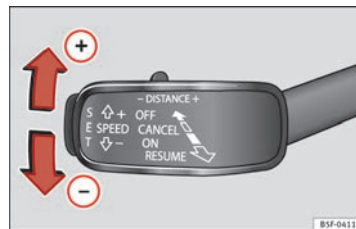

Fig. 136 A la izquierda de la columna de la dirección: tercera palanca para manejar el control adaptativo de velocidad.
- Para programar la velocidad actual pulse la tecla **SET** ⇒ fig. 136.
- Para aumentar o disminuir la velocidad paso a paso, pulse brevemente la palanca hacia arriba/abajo ⇒ fig. 136.